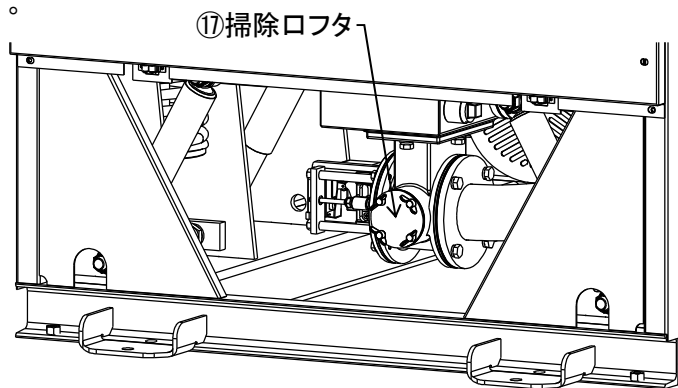

図 8-13
- ・ 前面下部カバーを外します。(図 8-13)
- ・ 前面に①掃除口フタが見えます。
- ・ ①蝶ナットを緩め、①掃除口フタと①掃除口フタパッキンを外します。
- ・ 排水弁内のゴミを取り除き、⑥排水弁補助弁表面に付着物がある場合は拭取ります。
- ・ ⑥排水弁補助弁にひび割れや損傷がないか確認します。
- 問題が発見されたなら、⑥排水弁補助弁を新しい物と交換すること。